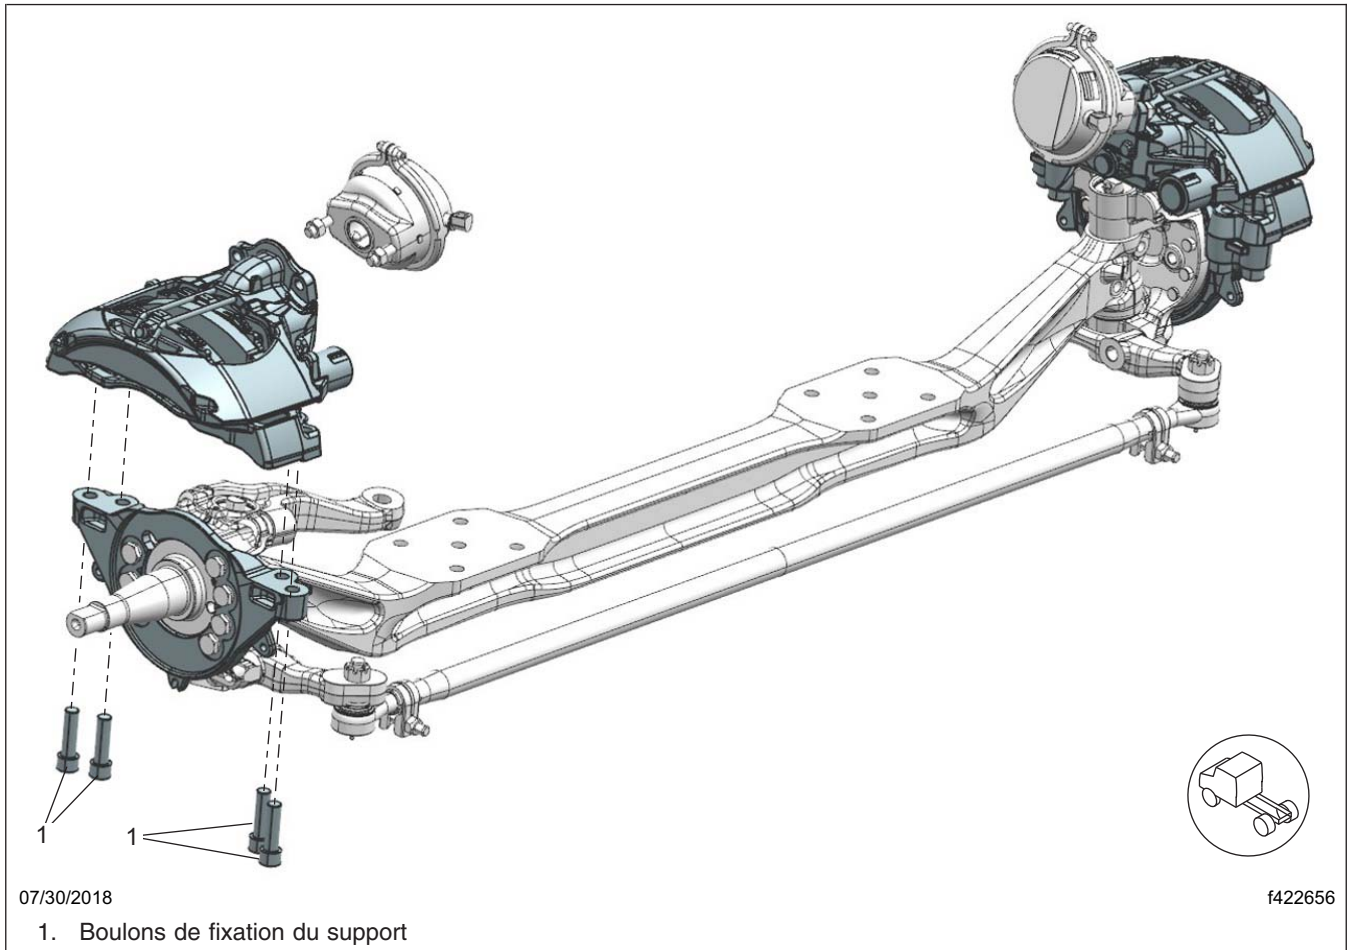
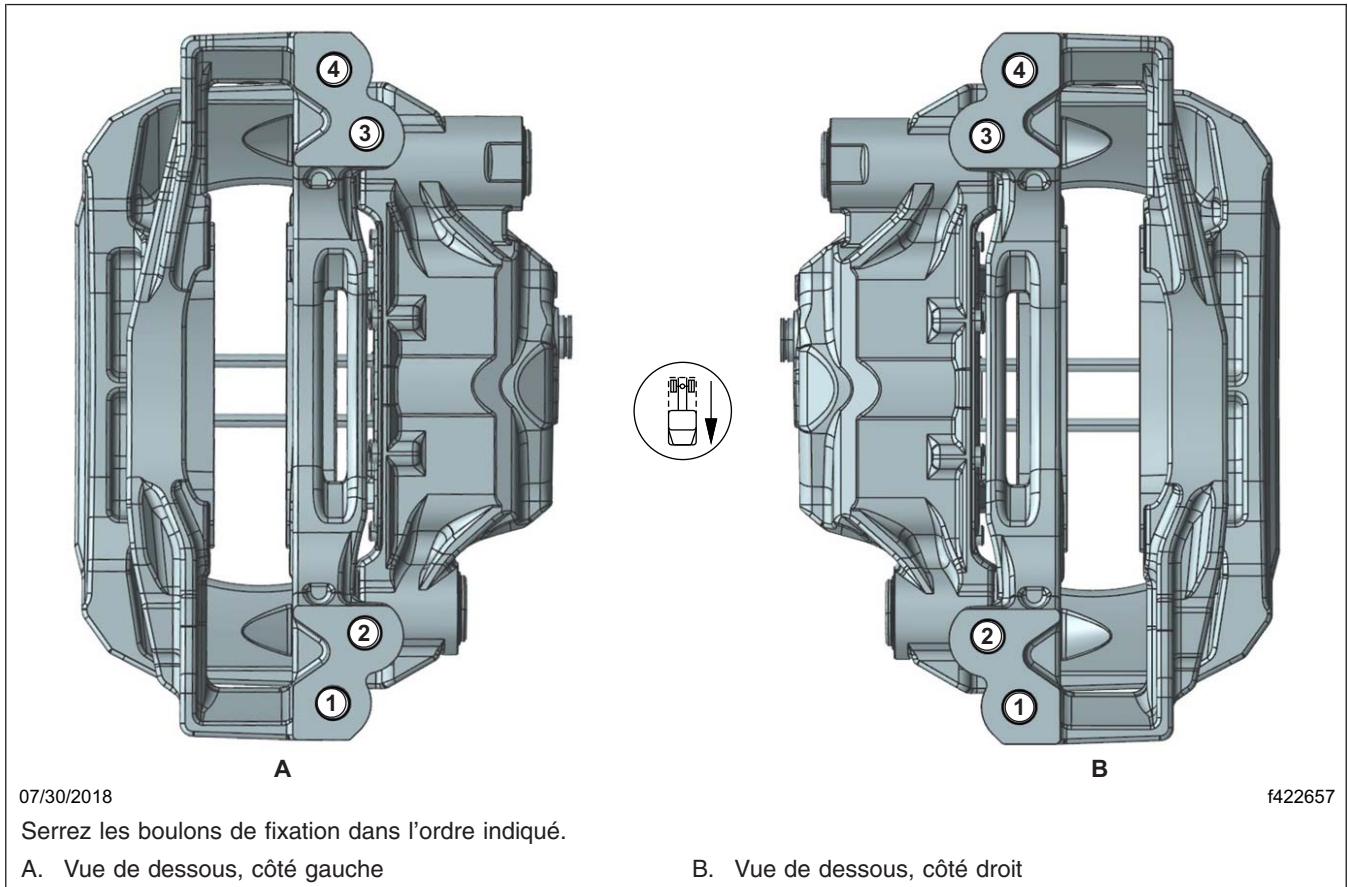

Fig. 7, Étriers Wabco Maxxus à montage radial
Fig. 8, Séquence de serrage des étriers Wabco Maxxus à montage radial
5. Alignez chaque ensemble étrier/support avec le rotor en repoussant le côté tige fixe de l'étrier contre le rebord de la plaque de couple, puis installez l'ensemble étrier/support en utilisant les boulons de fixation de l'étrier neufs. Reportez-vous à la figure 7 et la figure 8.
6. Serrez les boulons de fixation du support en deux étapes, en appliquant la séquence indiquée sur la **figure 8**.